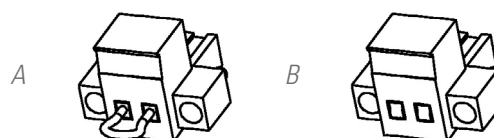

Fig. 10. Connector for external EPO.
- ☐ Au retrait du connecteur femelle de la prise où il est inséré. Ce connecteur a un câble connecté en mode pont qui ferme le circuit (voir Fig. 10 A).
- ☐ Ou en appuyant sur le bouton externe à l'équipement et appartenant à l'utilisateur et installé entre les bornes du connecteur (voir Fig. 10 B). La connexion dans le bouton poussoir doit être dans le contact normalement fermé -NC-, de sorte qu'il ouvrira le circuit lorsqu'il est actionné.